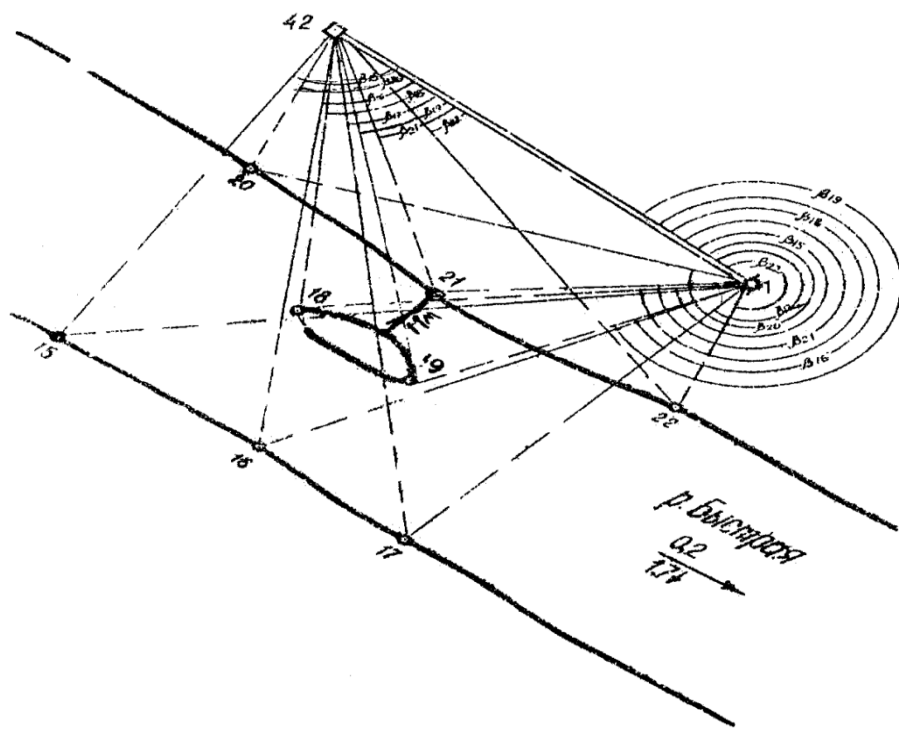
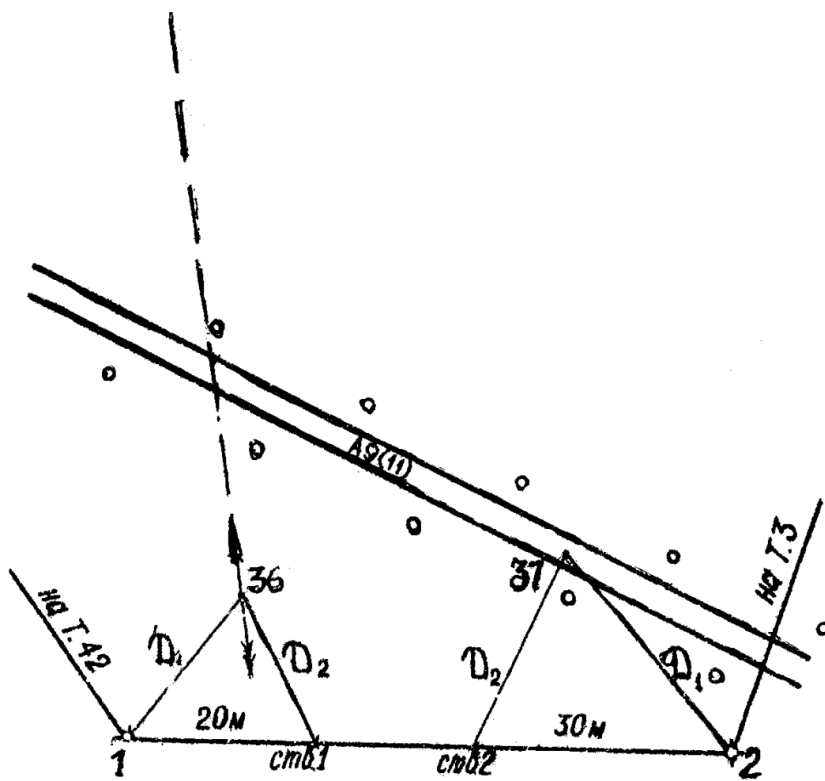
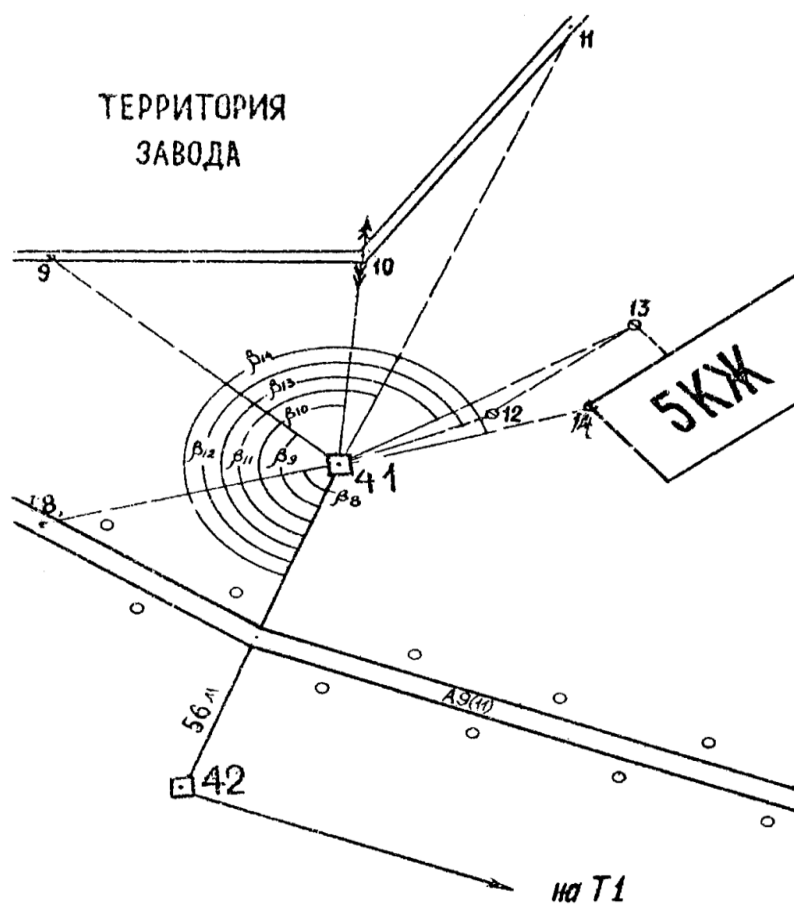

рис. 3. Способ угловых засечек
рис. 4. Способ линейных засечек
рис. 5. Полярный способ
Необходимо выполнить теодолитную съемку на участке местности *ABCD* (рис.1), где имеется 4 пункта полигонометрии (41, 42, 46, 47), которые надежно закреплены на местности и имеют плановые координаты *X* и *Y*. исполнитель принял решение создать съемочную сеть по схеме разомкнутого теодолитного хода, опирающегося на две исходные стороны : пп 41 – пп 42 (начальная) до пп 46 – пп 47 (конечная). Вершины теодолитного хода 1, 2, 3 закреплены на местности, и их координаты необходимо определить. Левые горизонтальные углы на точках 41, 1, 2, 3, 46 измерены теодолитом одним полным приемом, а длины линий теодолитного хода – рулеткой РК-50 в прямом и обратном направлениях. Средний результат и углы наклона линии к горизонту более 2° измерены и занесены в Ведомость измеренных углов и линий теодолитного хода. Съемка ситуации производилась способами угловых и линейных засечек, полярных координат и перпендикуляров. Все полевые измерения (значения горизонтальных и вертикальных углов и длин линий) записывались в полевые журналы и обозначались на абрисе, который составлялся по каждому способу. Исполнитель в соответствии с конкретной обстановкой принял решение по способу перпендикуляров от линий 3-пп 46, пп 46-пп 47 снять следующие объекты: жилые дома № 83 и № 85 и сети подземных коммуникаций (рис. 2). На контурах этих объектов намечены съемочные пикеты, порядковые номера которых с 24 по 37. Способом угловых засечек со съемочных точек пп 41 и I снимали берега реки и песчаный остров. На береговой линии намечены съемочные пикеты с 15 по 22. Значения углов при съемке занесены в табл. 2 и обозначены на абрисе (рис.3). Способом линейных засечек были сняты ось дороги (съемочный пикет 17) и столб ЛЭП (пикет 36) (рис. 4). При этом в створе линии I-2 были закреплены вспомогательные точки отв. I на расстоянии 20 м от точки I и отв. 2 на расстоянии 30 м от точки 2. Съемочные пикеты с 8 по 14 (ось дороги, колодцы, угол дома) сняты полярным способом со съемочной точки пп 41. Нуль лимба ориентирован на пп 42 (рис. 5).
Способ полярных координат. Положение съемочного пикета ситуации, снятого полярным способом, определяется координатами: полярным углом и полярным радиусом- вектором. Например, для построения точки 8 геодезическим транспортиром на съемочной точке пп 41, принятой за полюс, от начального направления на пп 42 откладывается значение полярного угла $60^{\circ}56'30''$, измеренного теодолитом при визировании на съемочный пикет 8, который выбирается из табл. 3. Транспортир убирают и прочерчивают направление на съемочный пикет. На полученной линии от съемочной точки откладывают расстояние в 120,87 м (таблица способа) в масштабе плана. Остальные точки, приведенные в таблице способа, наносят аналогично. Построенные таким образом точки ситуации соединяют в соответствии с абрисом (рис.5) и получают контуры объектов местности.
Способ угловых засечек. Для нанесения на план береговой линии геодезическим транспортиром от линии пп 42-1 по ходу стрелки откладывают горизонтальные углы β (рис. 3), которые выбираются из табл. 2 для каждого съемочного пикета. Индекс у горизонтального угла β на каждой съемочной станции соответствует номеру съемочного пикета.
Способ линейной засечки. Способом линейной засечки были сняты ось дороги (37) и столб ЛЭП (36). Положение точек ситуации определяется пересечением двух окружностей описанных из вершин опорной линии радиусами D_1 и D_2 (рис.4).